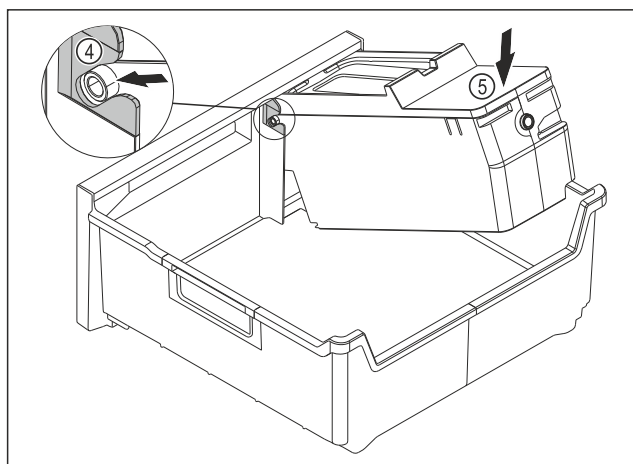

Fig. 145
- ▶ Montare il corpo dell'EasyTwist-Ice: Inserire gli assi del corpo dell'EasyTwist-Ice nelle guide Fig. 145 (4).
- ▶ Spingere il corpo dell'EasyTwist-Ice Fig. 145 (5) posteriore verso il basso.